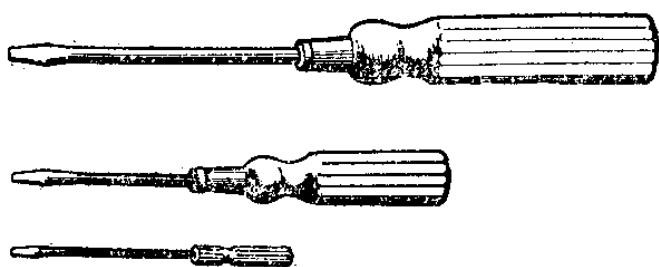

图 2-2
2. 螺絲刀(俗称旋凿)：图 2-2 是螺絲刀的实物图，大型和中型的螺絲刀用来擰动較大的螺絲，小型的螺絲刀用来擰动小螺絲或調節各種調節部分的螺絲。螺絲刀只能用来擰螺絲，不能当凿子用，不能用锤子敲，头子敲坏以后就不能用来擰螺絲了。